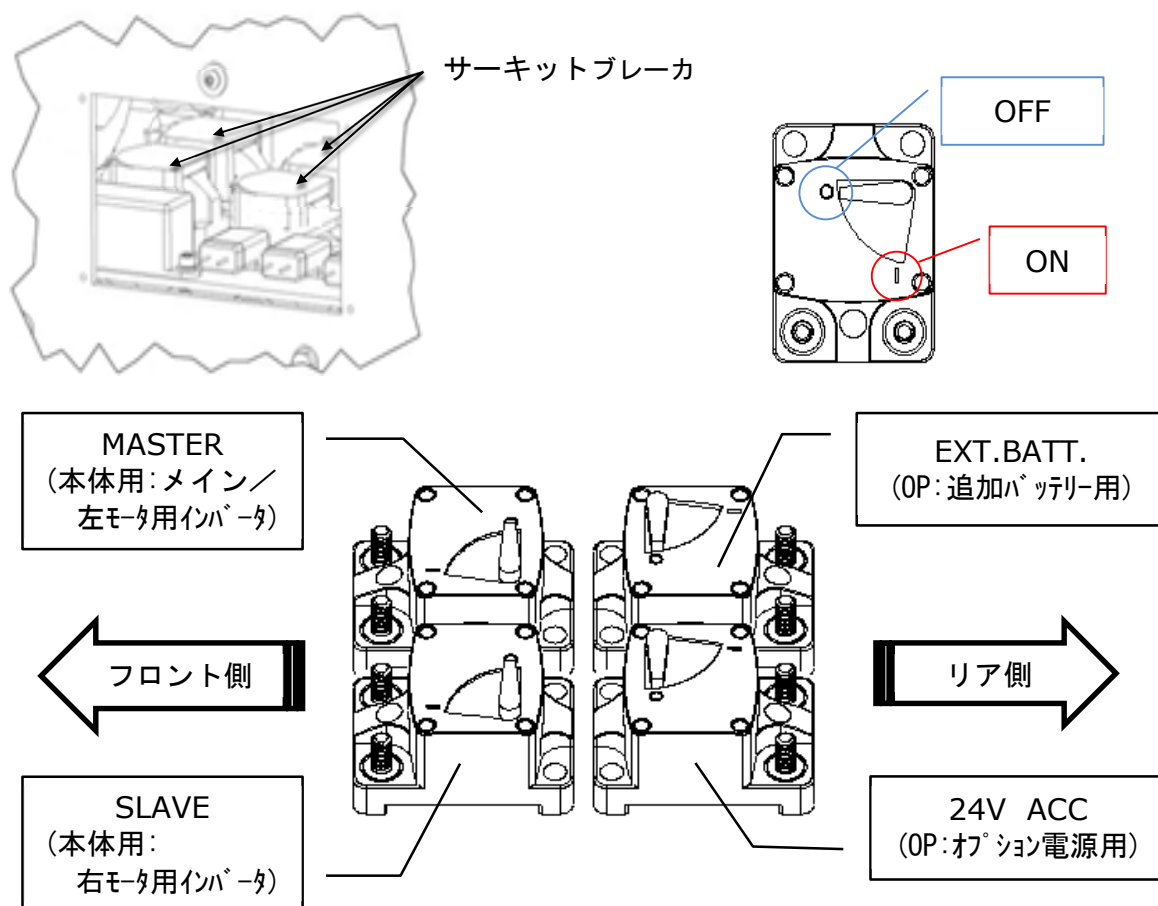

図7. サーキットブレーカの詳細
5. 本体用2箇所のサーキットブレーカを“ON”にする。(図7参照)